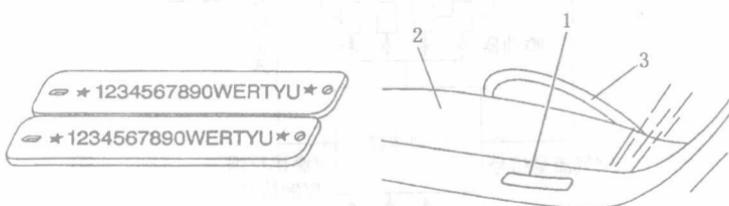

图2 汽车识别码及其安装位置
- ① 购买或初驾EFI类型的轿车时,要仔细查看转向盘前处风挡玻璃下方的汽车识别码(图2)是否与说明书相符合。
- ② 熟读使用说明书,掌握各仪表、变速器等的使用、维护方法。
- ③ 了解ECU在车上所在的位置,洗车时千万不要将其淋湿,搬运物品或修其他部件时不要碰撞到ECU。